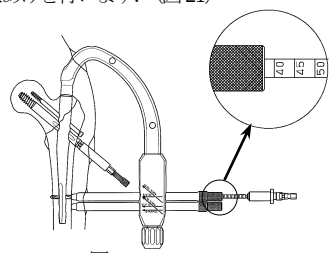

図21
- 19) ドリルアダプタを装着したディスタルススクリュー用ドリル (L) 又はストッパー付き (36mm) にて穴あけを行います。(図21)